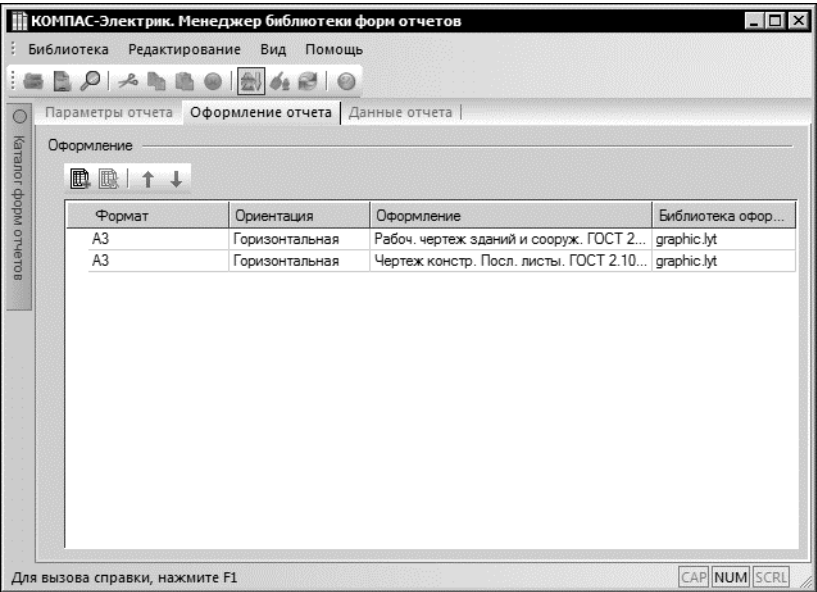

Рис. 14.2. Вкладка **Оформление отчета**
- ▼ **Оформление отчета** (рис. 14.2 на с. 155),
Выбор стиля оформления листов документа, а также их формата и ориентации осуществляется во вкладке **Оформление отчета** (рис. 14.2) диалога заполнения формы. Элементы управления вкладки представлены в табл. 14.2.